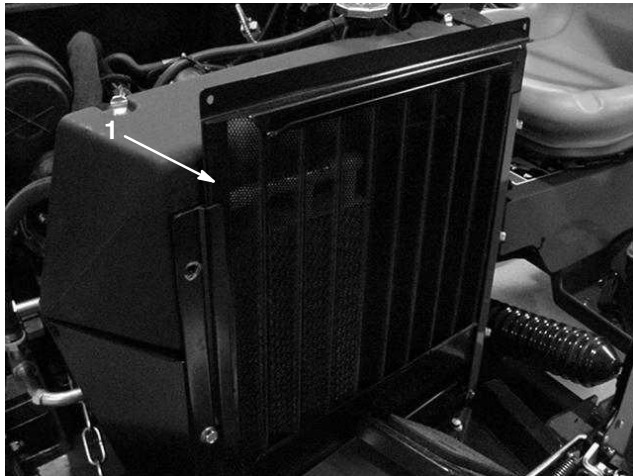
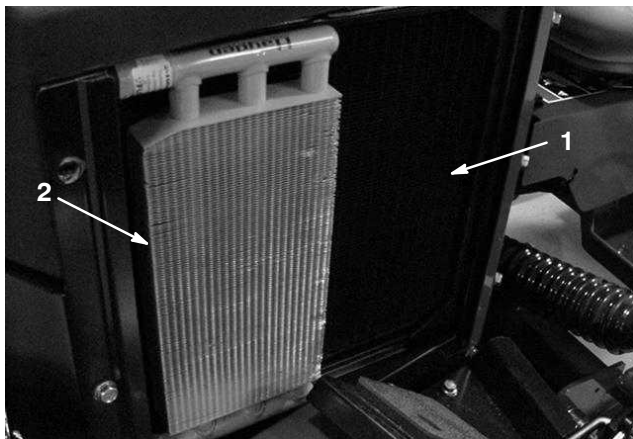

Bild 23
Bild 24
1. Entfernen Sie täglich oder stündlich, wenn Sie in besonders staubigen oder schmutzigen Konditionen arbeiten, Fremdkörper vom Kühlergitter (Bild 23), Kühler (Bild 24) und Ölkühler (Bild 24). Siehe „Reinigen des Kühlers und -gitters“ auf Seite 42.